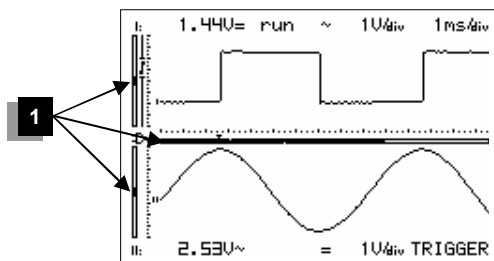

Fig 39
Primero, pulse la tecla "move" antes de utilizar las teclas de flecha para desplazar la señal en la dirección deseada. Mantenga pulsada la tecla para desplazar la posición Y de forma rápida. Una barra negra (1) indica la posición relativa de la señal en la pantalla. (Fig.39 a 41)